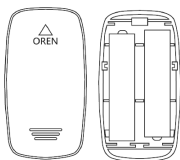

Figura 3. Installazione Batterie
Passo 1 Fare riferimento alla Figura 3 e inserire 2 batterie AAA nel verso corretto.